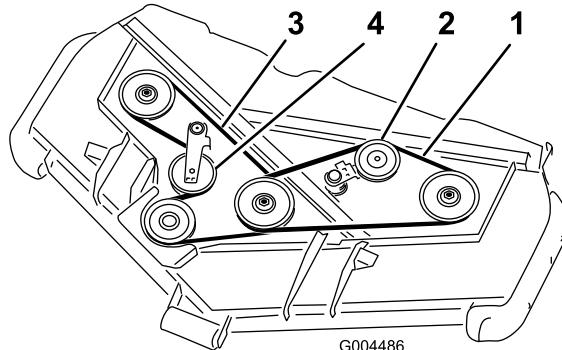

Bild 58
3. Schieben Sie mit einem Stemmeisen die Spannscheibe für den oberen Riemen (Bild 58) vom oberen Treibriemen, um die Riemenspannung zu lösen, sodass der Riemen von den Scheiben rutschen kann.
4. Schieben Sie mit einem Stemmeisen die Spannscheibe für den unteren Riemen (Bild 58) vom unteren Treibriemen, um die Riemenspannung zu lösen, sodass der Riemen von den Scheiben rutschen kann.
5. Verlegen Sie einen neuen Riemen um die Getriebescheibe, die unteren Spindelscheiben und die Spannscheibe, siehe Bild 58.
6. Verlegen Sie einen neuen Riemen um die oberen Spindelscheiben und die Spannscheibe, siehe (Bild 58).